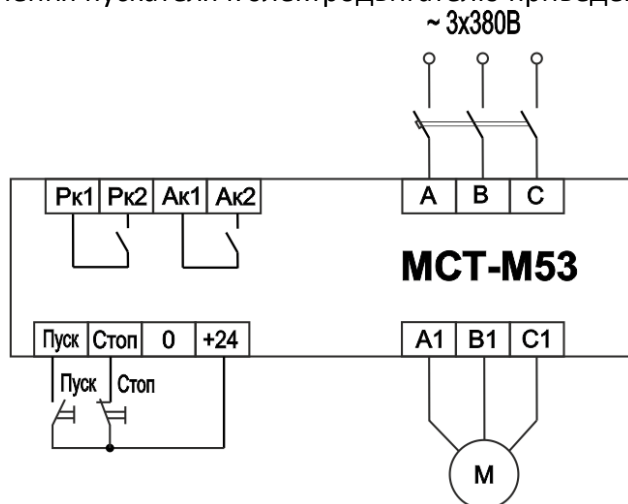

Рисунок 4 – Пример схемы подключения ЭД
1.6.5 Пример схемы подключения пускателя к электродвигателю приведен на рис. 4.